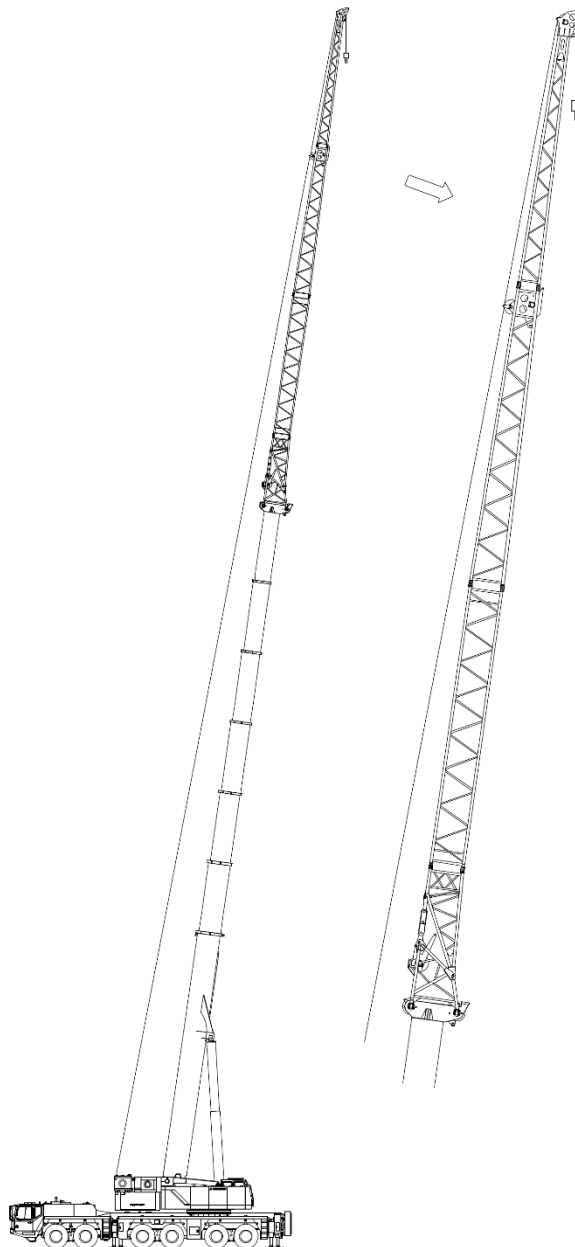

Figura 5-12 Passagem do cabo de içamento auxiliar para a variante de braço 3 (28 m)
– Para operação de guindaste com lança de 28 m (variante de braço 3), o procedimento de passagem do cabo de içamento auxiliar é mostrado na Figura 5-12.